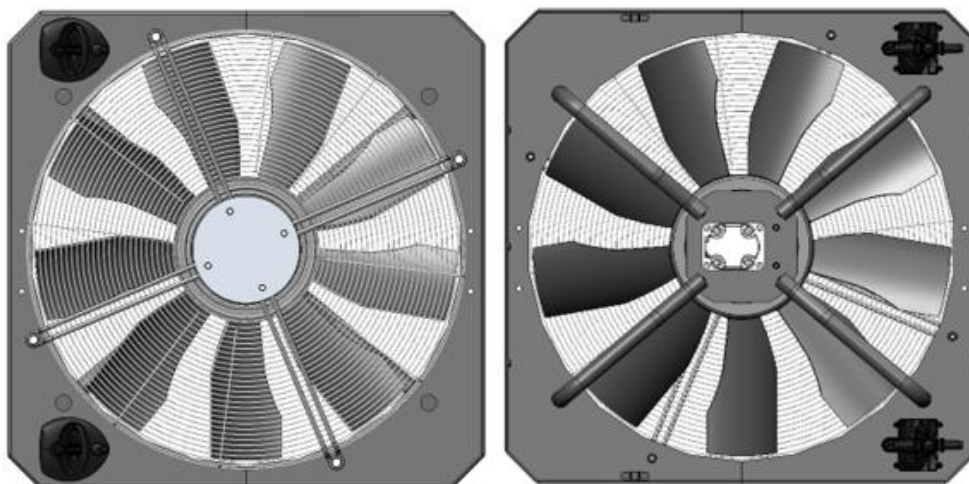

Рисунок 5.74. Крыльчатка вентилятора
- ▶ Осмотреть крыльчатку вентилятора на наличие повреждений, рис. 5.74.